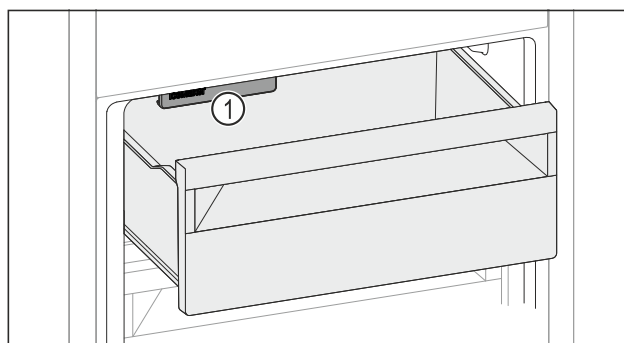

Fig. 132
► Dávejte pozor na IceMaker Fig. 132 (1).